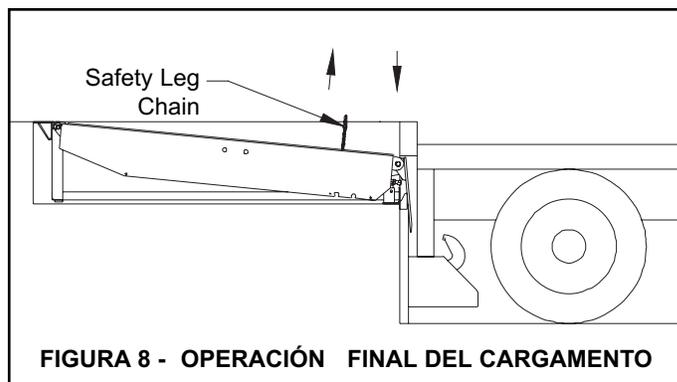

FIGURA 8 - OPERACIÓN FINAL DEL CARGAMENTO
2. Suelte el botón LEVANTAR (RAISE) y mientras la plataforma descende jale y sujete la Cadena de la Pata de Seguridad. El nivelador bajará a su posición de rampa con el labio posicionado entre la parte de enfrente de la rampa y la superficie del camión/trailer. Vea la figura 8.